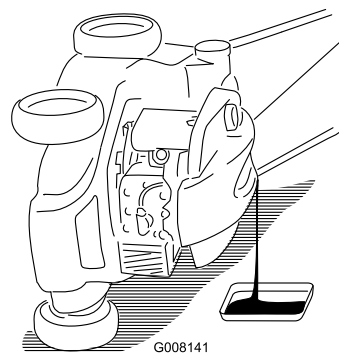

Figure 29
5. Inclinez la tondeuse sur le côté **gauche** (filtre à air vers le haut) pour vidanger l'huile usagée par le goulot de remplissage (Figure 29).